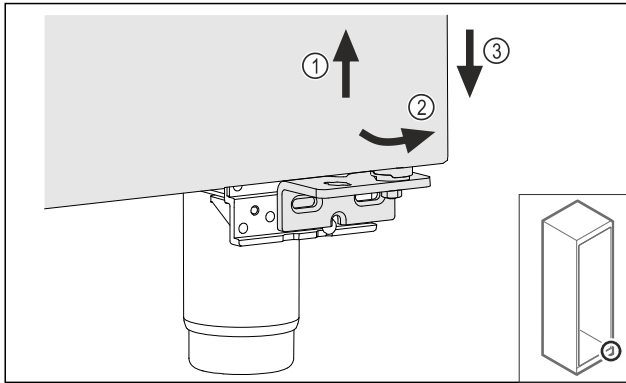

Fig. 24
- ▶ Немного приподнимите дверь Fig. 24 (1), наклоните снизу вперед Fig. 24 (2) и опустите Fig. 24 (3).